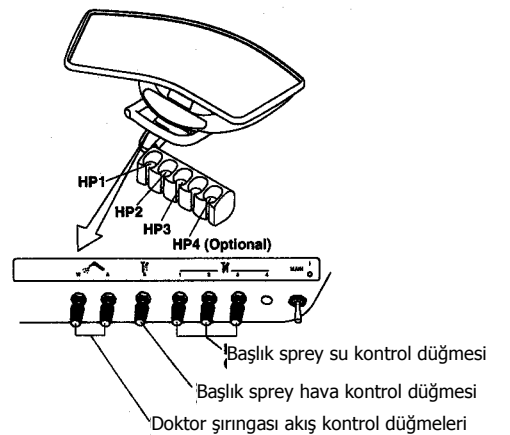

Fig.3-11 Doktor Tablası Bölümü Kontrol Düğmeleri
(3) Doktor Tablası Kısmı Kontrol düğmeleri
A. Başlık Sprey Su Kontrol Düğmeleri (Fig.3-11)
B. Başlık Sprey Hava Kontrol Düğmesi (Fig.3-11)
- C. Doktor Şıngası Akış Kontrol Düğmeleri (Fig.3-11)